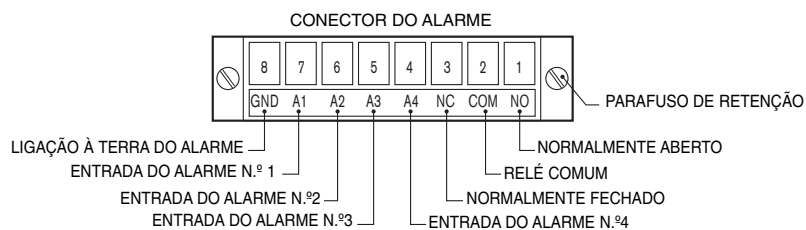

Figura 2
- 4.5.4. Se as entradas do Alarme ou as saídas de relé estiverem a ser utilizadas, ligue os fios adequados ao conector do Alarme de 8 pinos, tal como na FIGURA 2.